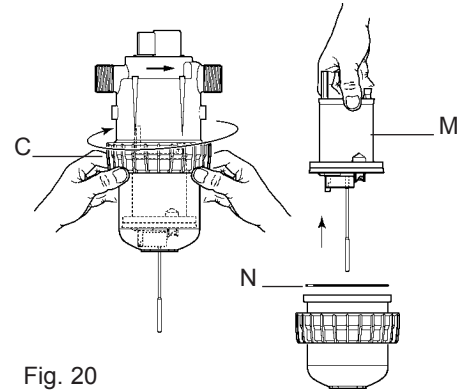

Fig. 20
- De grote bevestigingsring van het pomphuis met de hand losdraaien (Fig. 20-C) en deze weghalen.
- De motor uit het onderste gedeelte van het pomphuis halen door de motor zachtjes naar boven te trekken (Fig. 20-M).
- Verwissel de zuigermotor en zet alles in omgekeerde volgorde weer in elkaar, te beginnen met de motor, die voorzichtig, zonder de lippen van de motor te beschadigen, weer in het pomphuis gezet moet worden. Daarvoor de motor eerst deels in het onderste pomphuis schuiven (Fig. 10 Stap ①) en vervolgens deels in het bovenste pomphuis schuiven (Fig. 10 Stap ②). Daarbij erop letten dat U de grote dichting (Fig. 20-N) niet beschadigt.
- Het geheel aanschuiven en de grote (Fig. 20-N) bevestigingsring van het pomphuis met de hand weer vastdraaien.